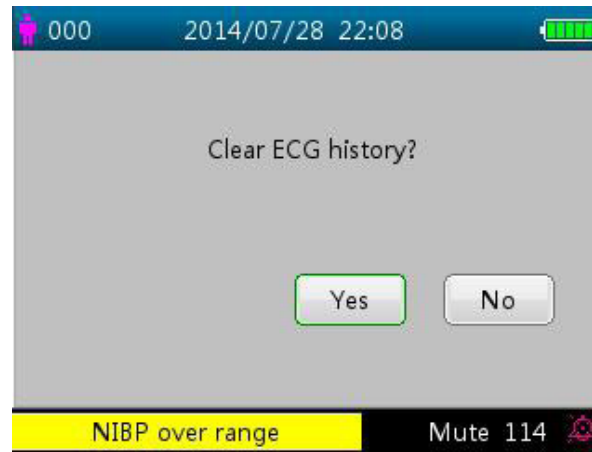

Figura 4.5 Cancellazione della cronologia ECG
- Premendo a lungo il tasto OK ■, appare una finestra di dialogo per la cancellazione delle registrazioni, come da figura 4.5, l'utente può eliminare tutta la cronologia dei dati dei tracciati ECG.